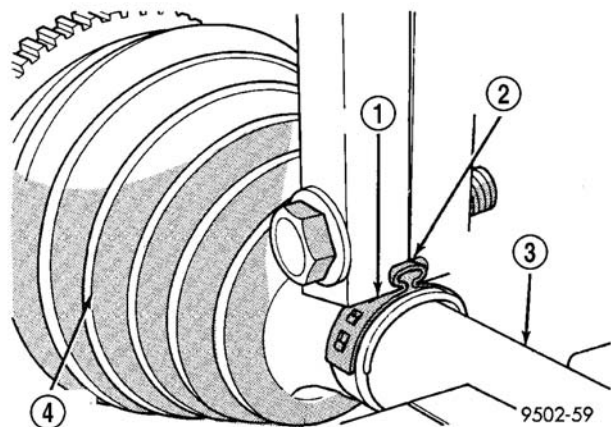

图 21 安装后的密封套卡箍—典型型式
(3) 将星形轴总成至连接轴的限位卡环装入连接轴端部的凹槽里 (图 21)。确保卡环完全在连接轴上的凹槽中完全入位。
(8) 拧紧卷边工具 C-4975-A 上的螺母, 直到工具上的钳夹面对面地完全闭合 (图 21)。